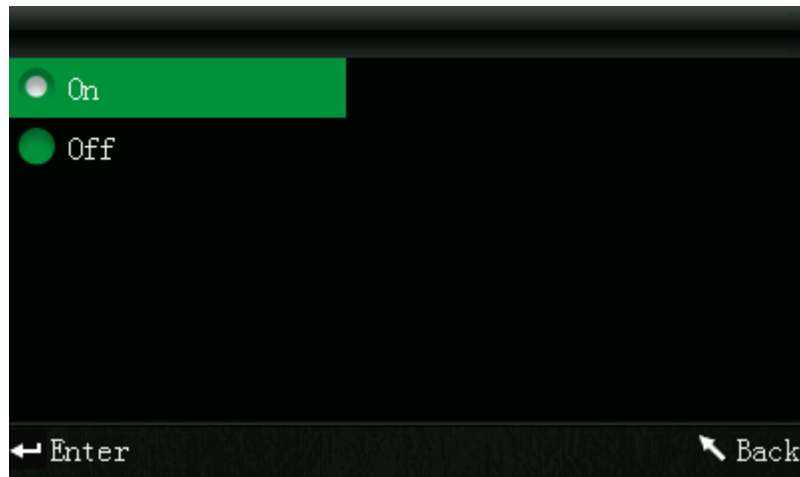

Abbildung 53: Auswahl Auto Speichern
- b) Wählen Sie „Settings“ – „Auto Save“ um auf die Oberfläche wie in Abbildung 53 zu gelangen. Über diese Oberfläche können Sie einstellen ob aufgezeichnete Daten automatisch gespeichert werden sollen. Wählen Sie „On“ um alle Daten automatisch aufzuzeichnen. Wählen Sie „Off“ um die Daten nicht automatisch zu speichern.